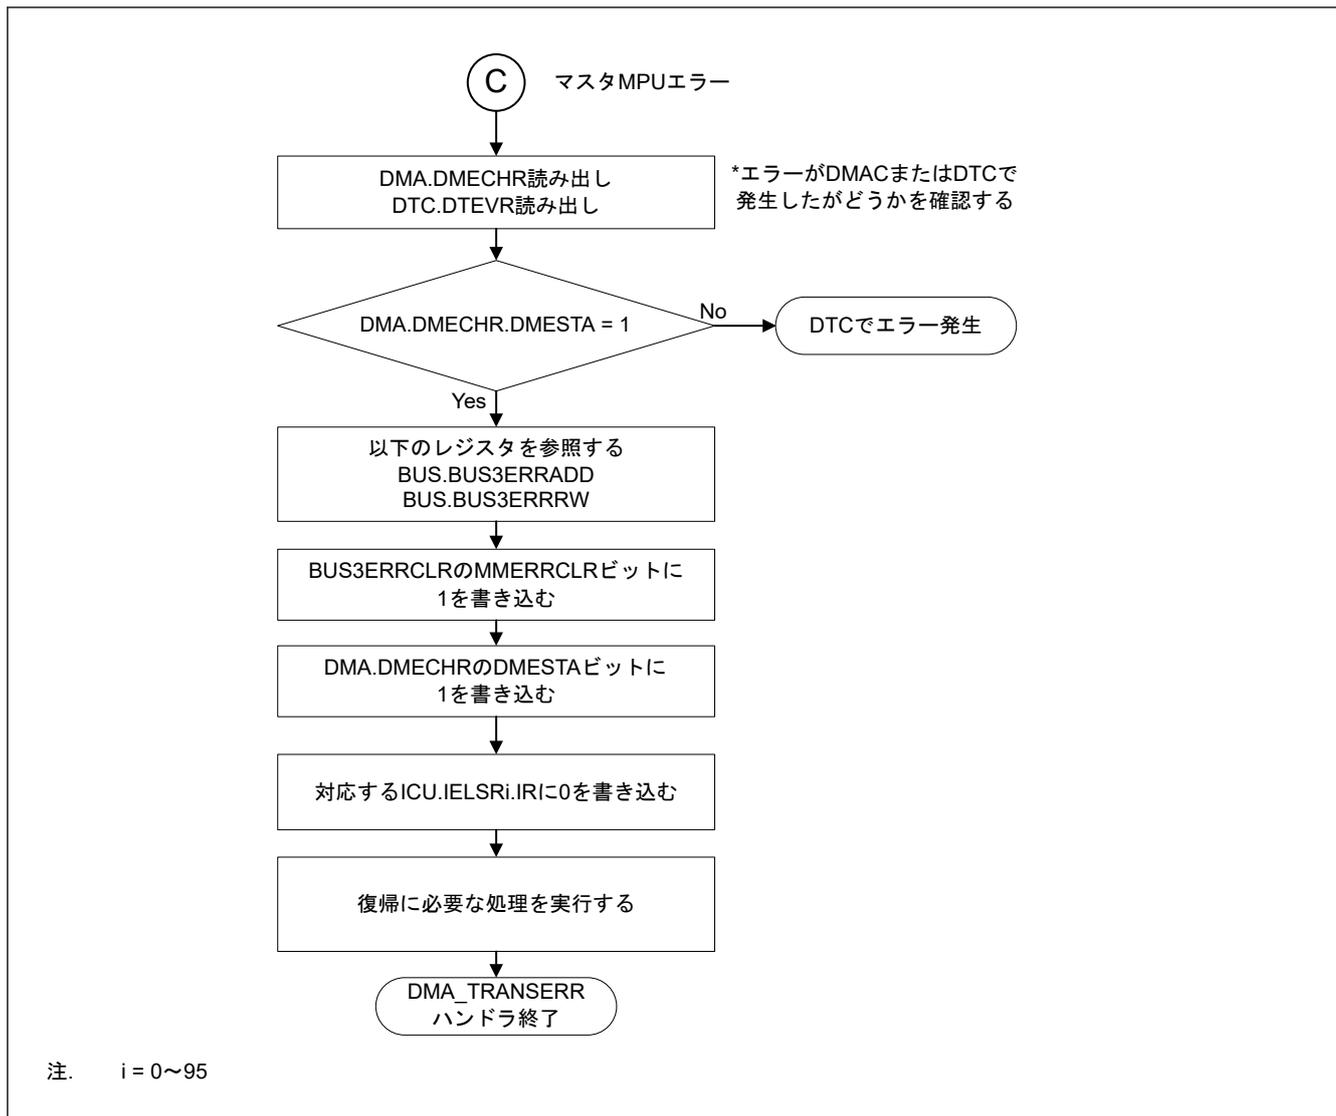

図 15.30 マスタ MPU エラーによる DMA_TRANSERR ハンドラの処理
- 図 15.30 に DMAC のマスタ MPU エラーが発生したチャンネルとセキュリティ属性を確認するフローを示します。